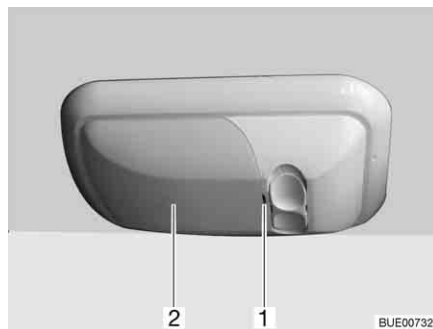

Fig. 290 Eclairage du garage
- Soulever prudemment le couvercle (Fig. 290,2) avec un outil approprié (p. ex. tournevis) au niveau de l'encoche (Fig. 290,1) et le retirer.